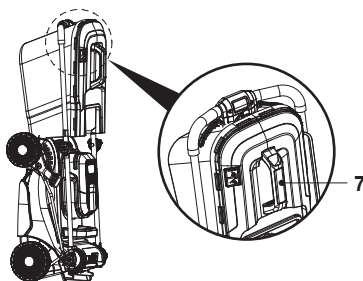

Rys. 23
1. Przed przechowywaniem wyłączyć maszynę i wyjąć akumulator (24).
- Zdemontować kosz na trawę (7) / wkładkę mulczującą (23).
- Ustawić dźwignię regulacji wysokości koszenia (12) w najniższym położeniu.
- Poluzować dwie dźwignie zaciskowe (8), a następnie złożyć całkowicie zespół uchwytu (rys. 23, kroki 1, 2).
- Zabezpieczyć połączenia blokując dwie dźwignie zaciskowe (8). Trójkątny wskaźnik (6) musi być wyrównany ze wskaźnikiem położenia postojowego (9a), ponieważ w przeciwnym razie elementy mogą się rozdzielić (rys. 23, krok 3).
8. Zaleca się przechowywanie kosiarki z zamontowanym koszem na trawę (7) oraz zainstalowaną wkładką mulczującą (23) (rys. 23).